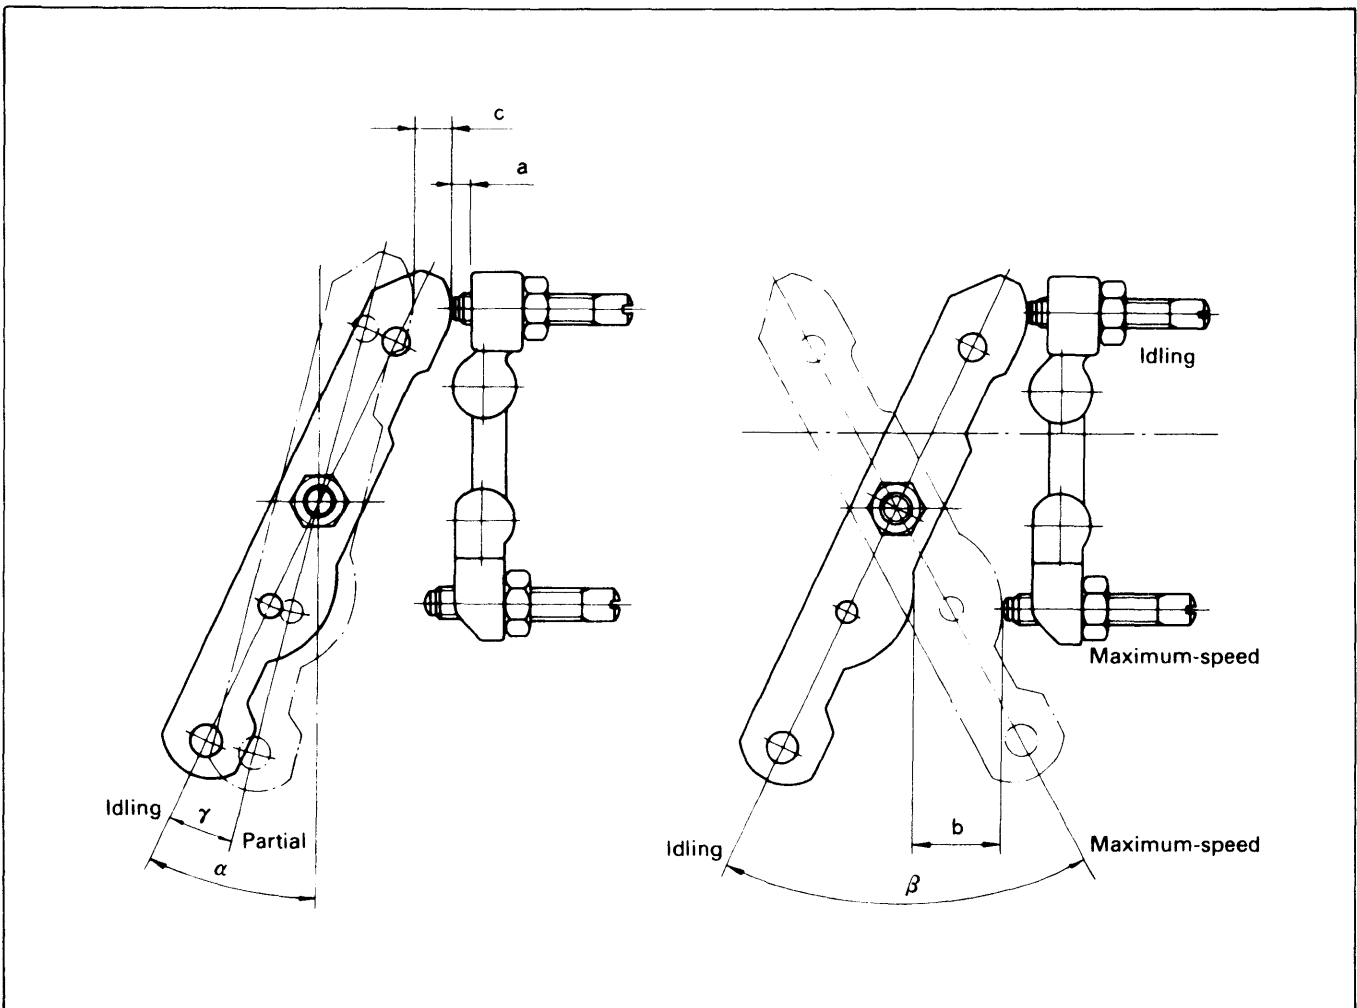

Fig. 24
- i) Control lever angle (see Fig. 24)